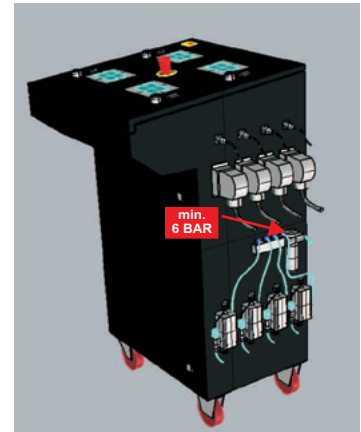

ABB. 1
1. Mit dem manuellen Druckminderer einen Druck von mind. 6 bar einstellen (ABB. 1);